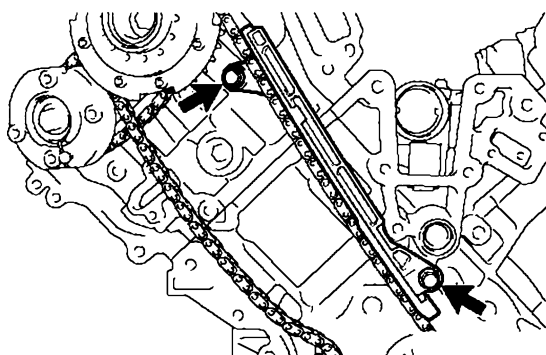

图 24-45 正时链条减振器螺栓
12) 按照图 24-45 所示, 松开正时链条减振器的 2 个螺栓, 拆卸正时链条减振器 (气缸列 2)。